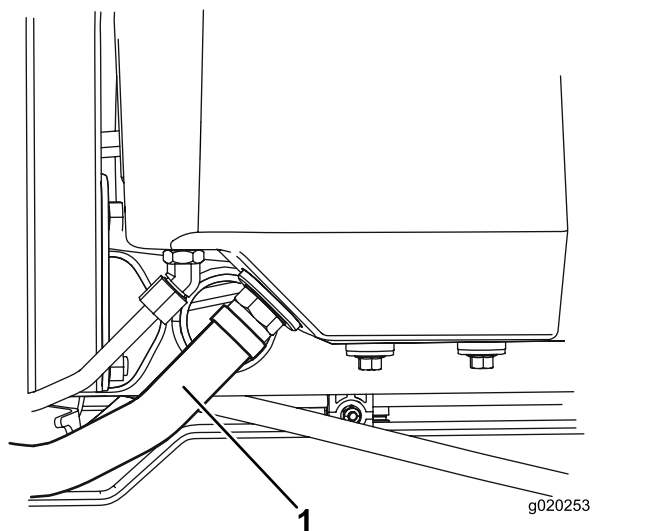

图 94
- 断开大液压软管图 94 与油箱的连接让液压油流入放油盘。